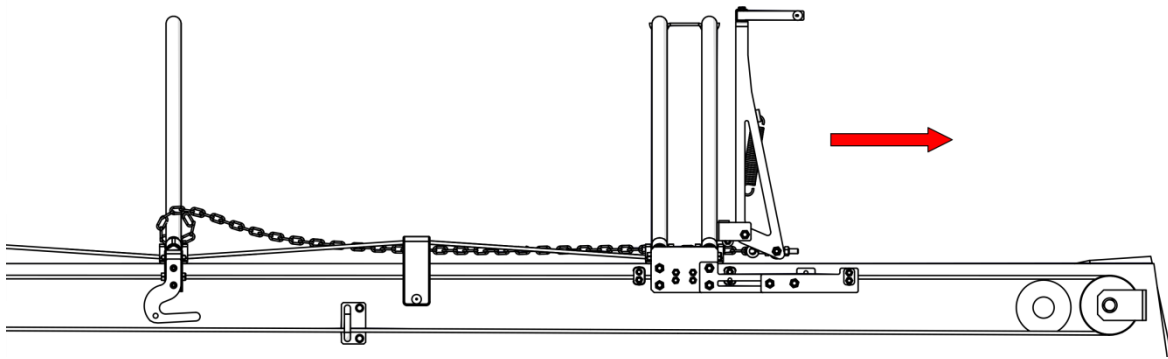

Abb. 1
- Fahren Sie die Abdeckplane aus (manuell oder elektrisch je nach eingebauter Ausführung) und decken Sie die Mulde ab (Abb. 1).